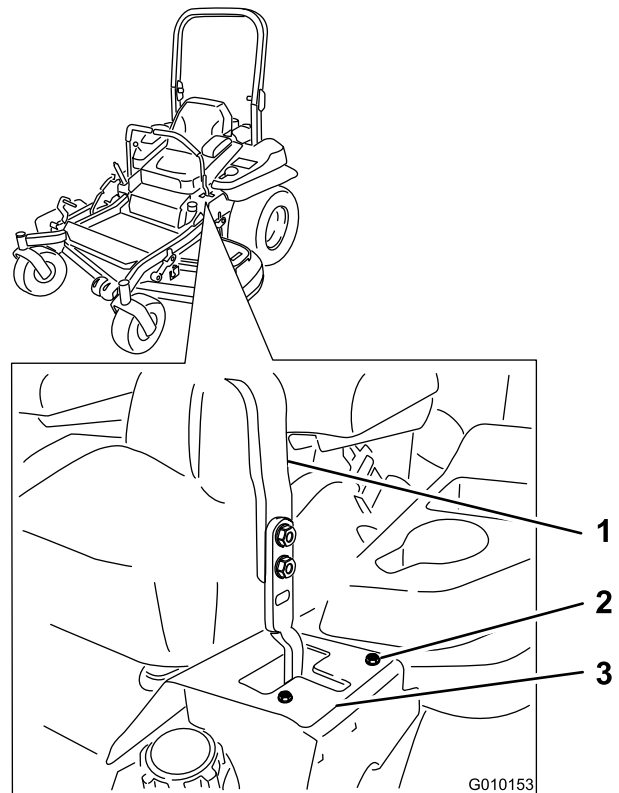

Figura 72
- Si la máquina se desvía hacia la derecha, afloje los pernos y ajuste la chapa del tope izquierdo hacia atrás en la ranura en T de la izquierda hasta que la máquina avance en línea recta (Figura 72).
- Si la máquina se desvía hacia la izquierda, afloje los pernos y ajuste la chapa del tope derecho hacia atrás en la ranura en T de la derecha hasta que la máquina avance en línea recta (Figura 72).
8. Apriete la chapa del tope (Figura 72).